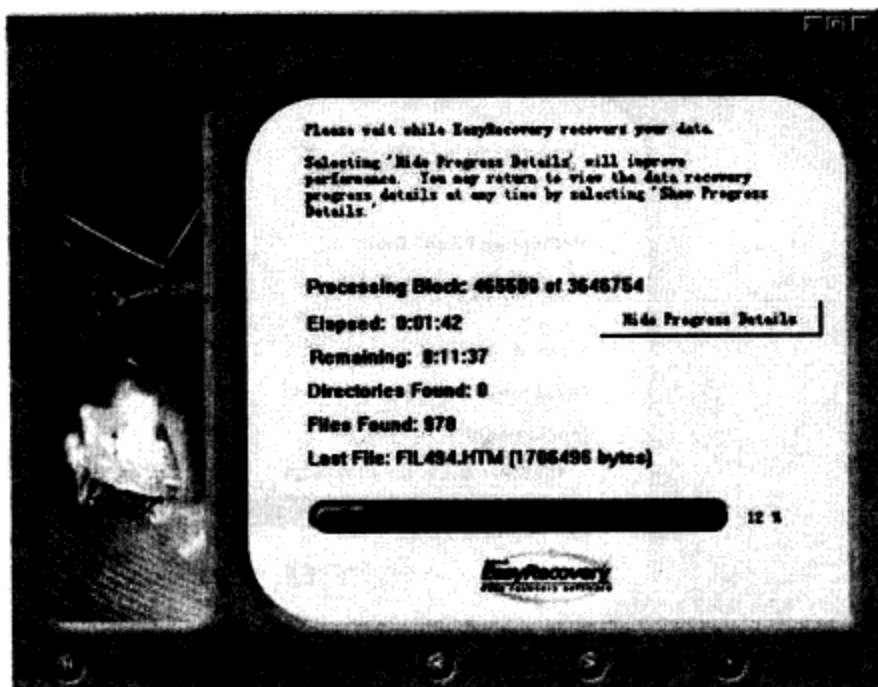

图12-8 正对所选定的分区进行扫描和修复
**步骤 02** 在该实例中，选RAW和Typical Scan模式来对分区进行修复。单击Next按钮进入到分区的扫描和修复状态。如图12-8所示。